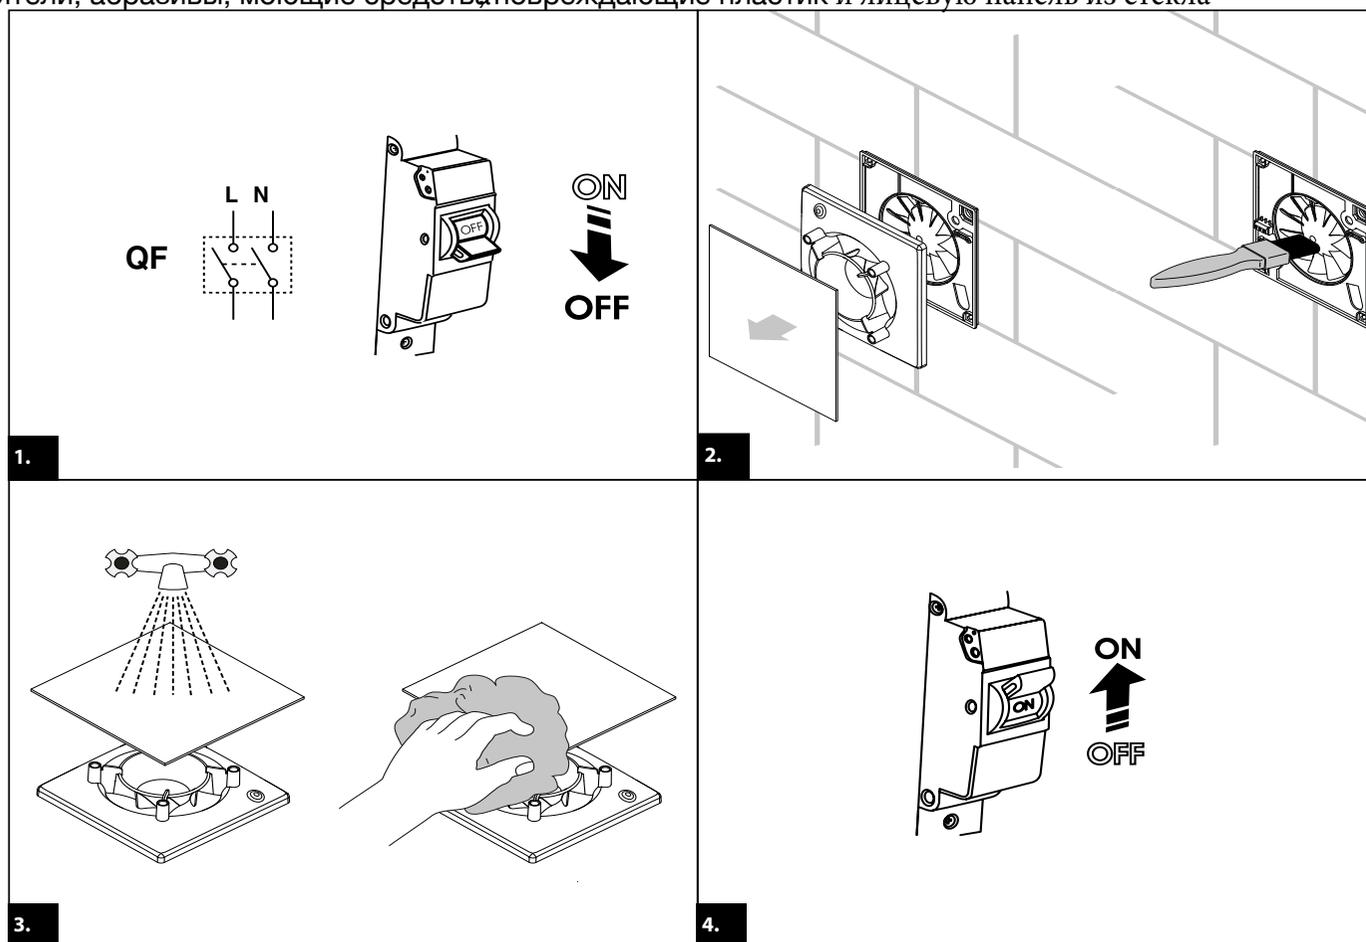

Рисунок 3
6.2. Порядок чистки *Рисунок 3*: